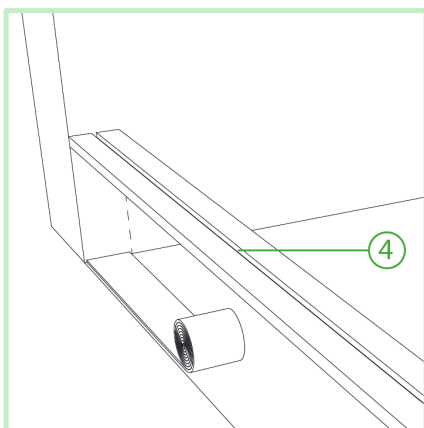
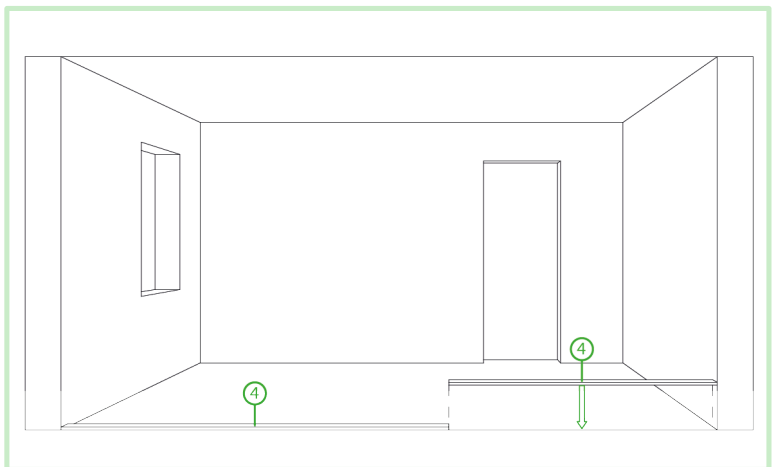

Abbildung 4: Dichtband auslegen
Abbildung 5: C3W-Anschlusselemente auslegen
Dichtband und C3W-Anschlusselemente (4) werden ausgelegt (Abb.4) und mit dem Untergrund verschraubt. (Abb.5)